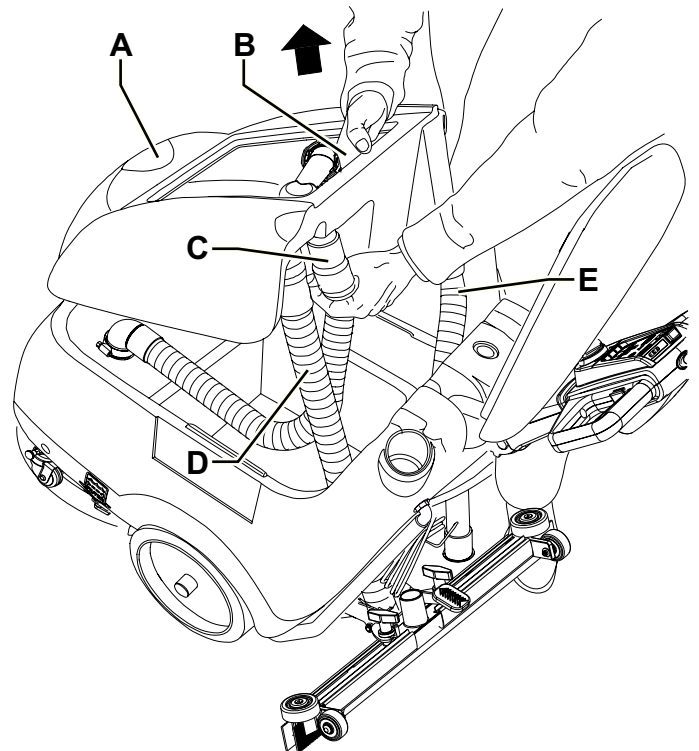

Рис. 6
1. Проверьте, чтобы рукоятка (62) была повернута на «0».
2. Опорожните бачок с восстанавливающей водой (30), как показано в соответствующем разделе.
4. Отсоедините вакуумный шланг (22) от швабры (11).
5. Отсоедините спускной шланг восстанавливающей воды (16) от скобы (17).
6. Откройте крышку (6).
7. Захватите бачок с восстанавливающей водой (А, Рис. 6) в зоне (В) и слегка сполосните его.
8. Отсоедините вакуумный шланг (С) от бачка, затем снимите бачок (А) с шлангами (D) и (E).